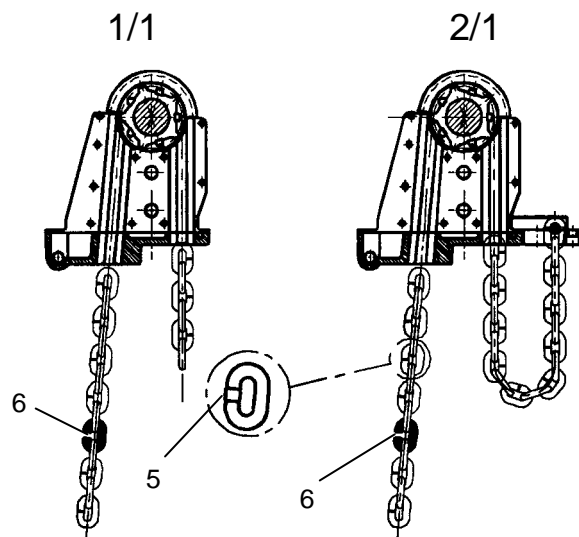

Figure 16
- Accrocher la nouvelle chaîne à l'ancienne chaîne à l'aide d'un maillon en C (**Figure 16, pos. 6**).
- Respecter la position du cordon de soudure (**Figure 16, pos. 5**).